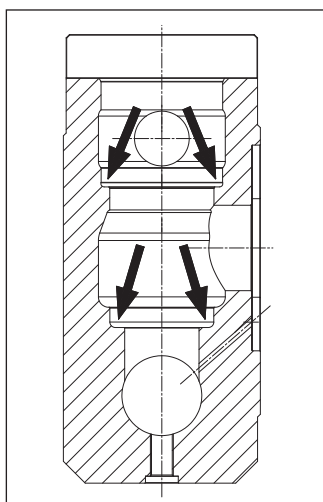

Fig. 175
**Prima di riposizionare i gruppi valvola pulire ed asciugare perfettamente i relativi alloggiamenti nella testata indicati dalle frecce (Fig. 175).**